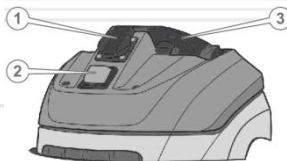

Рисунок 3. Вид спереду на верхню частину корпусу.
1. Перед увімкненням пирососу, переконайтеся, що клавіша «Увімк./Вимк.» знаходиться у положенні «Вимк.» («О»). (2, рис.3)
3. Для контролю функції захисту двигуна (див. рис. 3.1), щільно затисніть кінець всмоктувального рукава долонею (див. рис.3), створивши умови східні із перенавантаженням (імітація переповненням пилозбірника чи фільтра пилом або водою).
4. Переведіть клавішу (2) у положення «Увімкн.» («I») натисканням на неї із контролем пуску двигуна.